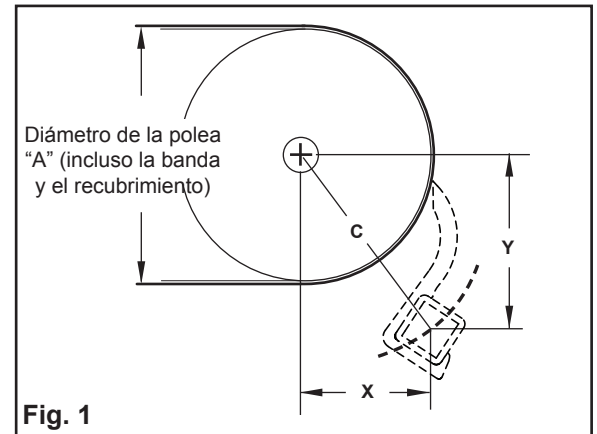

Fig. 1
1. Mida el diámetro de la polea (A), incluido el recubrimiento y la banda (Fig. 1).
2. Localice en la Tabla A el diámetro total de la polea que se adapte mejor a su diámetro y use las medidas correspondientes de X, Y y C para localizar la posición del centro del eje del limpiador (Fig. 1).
3. Mida desde el centro del eje de la polea hacia abajo la distancia de Y y coloque una marca en la estructura (Fig. 1).
4. Desde la marca de la ubicación Y mida desde la polea una distancia igual a la medida X y marque esta posición. Esta será la ubicación del centro del eje (Fig 1). Mida C para verificar que la medida es la correcta.